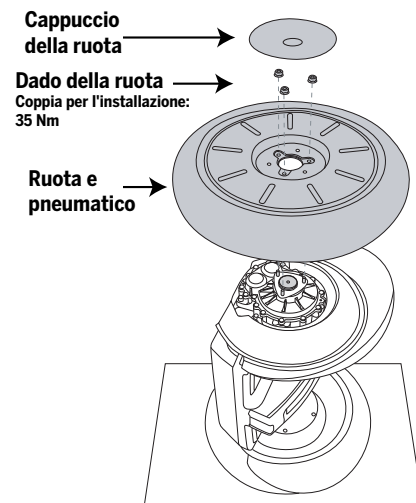
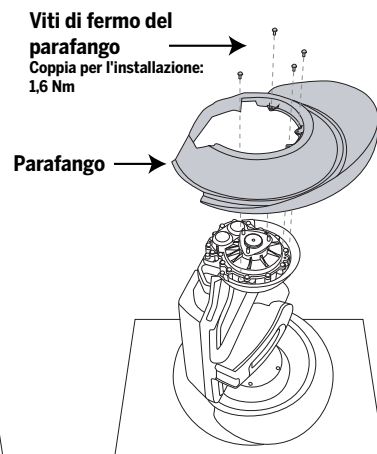

Figura 1. Rimozione o installazione dell'insieme ruota/pneumatico
Figura 2. Rimozione o installazione del parafango
2. Togliere un pneumatico e un parafrangente inclinando il Segway PT sul fianco con la ruota da rimuovere in alto, e l'altra adagiata su una superficie pulita e liscia. Vedere la Figura 1.
4. Trattenere la ruota per impedirne la rotazione e togliere i (3) dadi con una chiave ad esagono incassato da 13 mm. I (3) dadi rimossi saranno necessari per reinstallare la ruota.
6. Con una chiave T20 a sei lobi, rimuovere le (4) viti che fissano il parafango al blocco di trasmissione e sollevare il parafango. Le (4) viti rimosse saranno necessarie per reinstallare il parafango. Vedere la Figura 2.
10. Per reinstallare il parafango, allinearli ai fori sul blocco di trasmissione. Vedere la Figura 2.
11. Serrare le (4) viti di fermo sul parafango e sul blocco di trasmissione. Utilizzare una chiave T20 a sei lobi ad una coppia di 1,6 Nm.
12. Per sostituire la ruota, infilare l'insieme ruota/pneumatico sui (3) puntali filettati. Vedere la Figura 1.